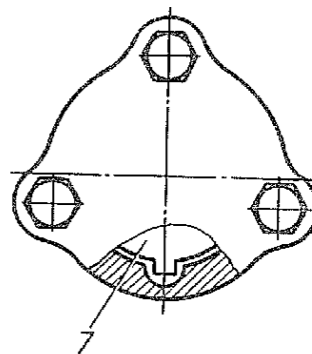

Рис. 179. Кронштейн маятникового рычага в сборе:
1.2. Отвернуть болты 8 (рис. 179), снять крышку 6 и пакет регулировочных прокладок 5 (ключ 10).
3.1. Закрепить кронштейн 1 (рис. 179) в тисках вертикально (тиски 1-150, накладки для губок тисков).